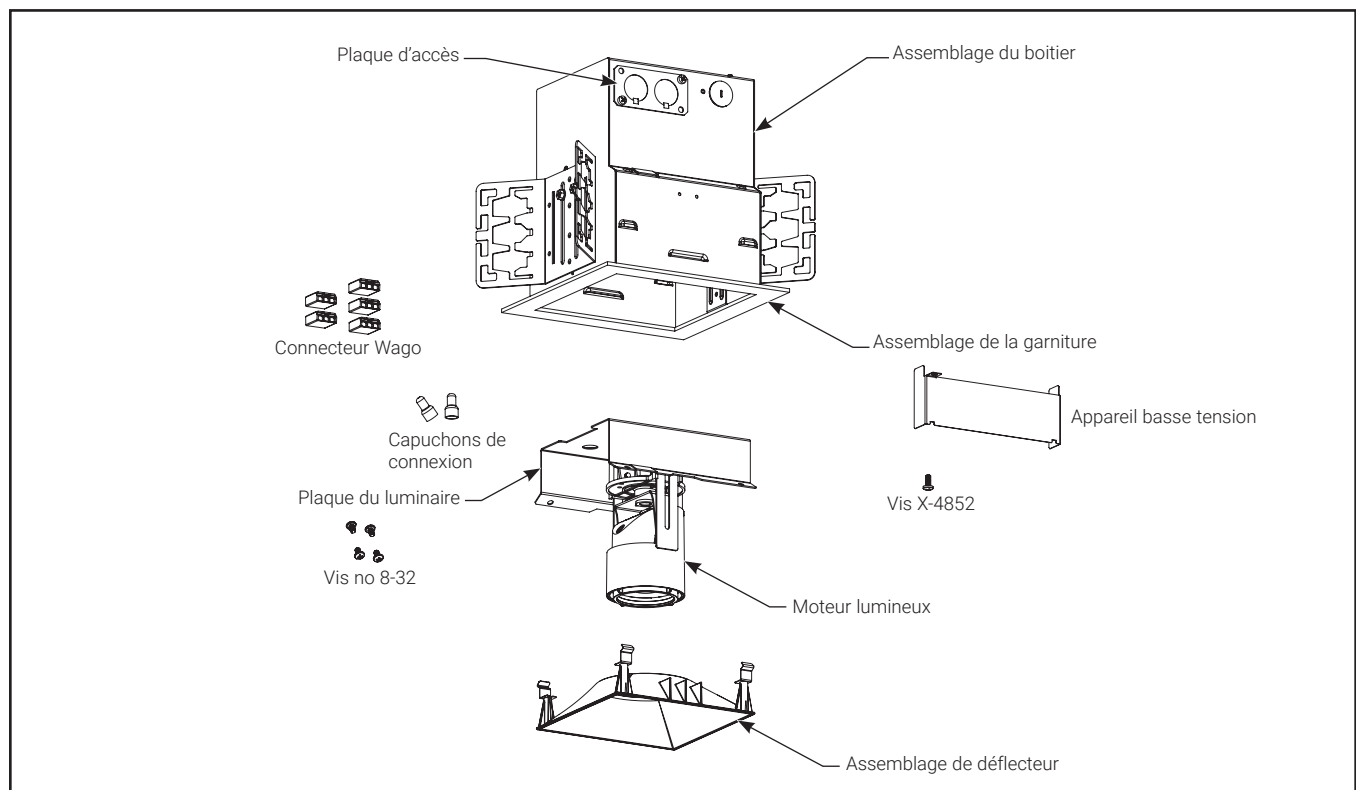

Figure 1.
1. Déballez le luminaire à têtes multiples de 101,6 mm (4 po) et assurez-vous que toutes les pièces sont incluses (Figure 1).